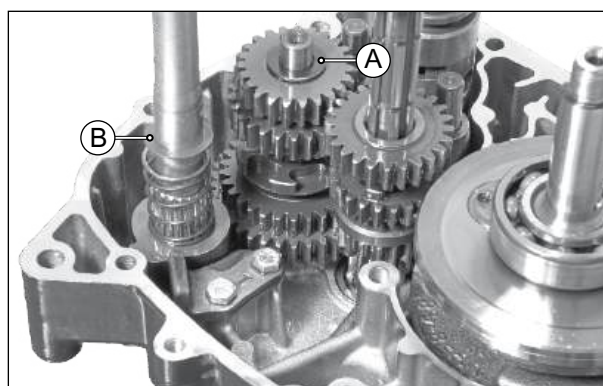

Fig. 3.133
- Remova o calço (12,7x22x1) (A) do conjunto do eixo de acionamento e o calço (17x24x0,5) (B) do eixo do pedal de partida. (Fig. 3.133)